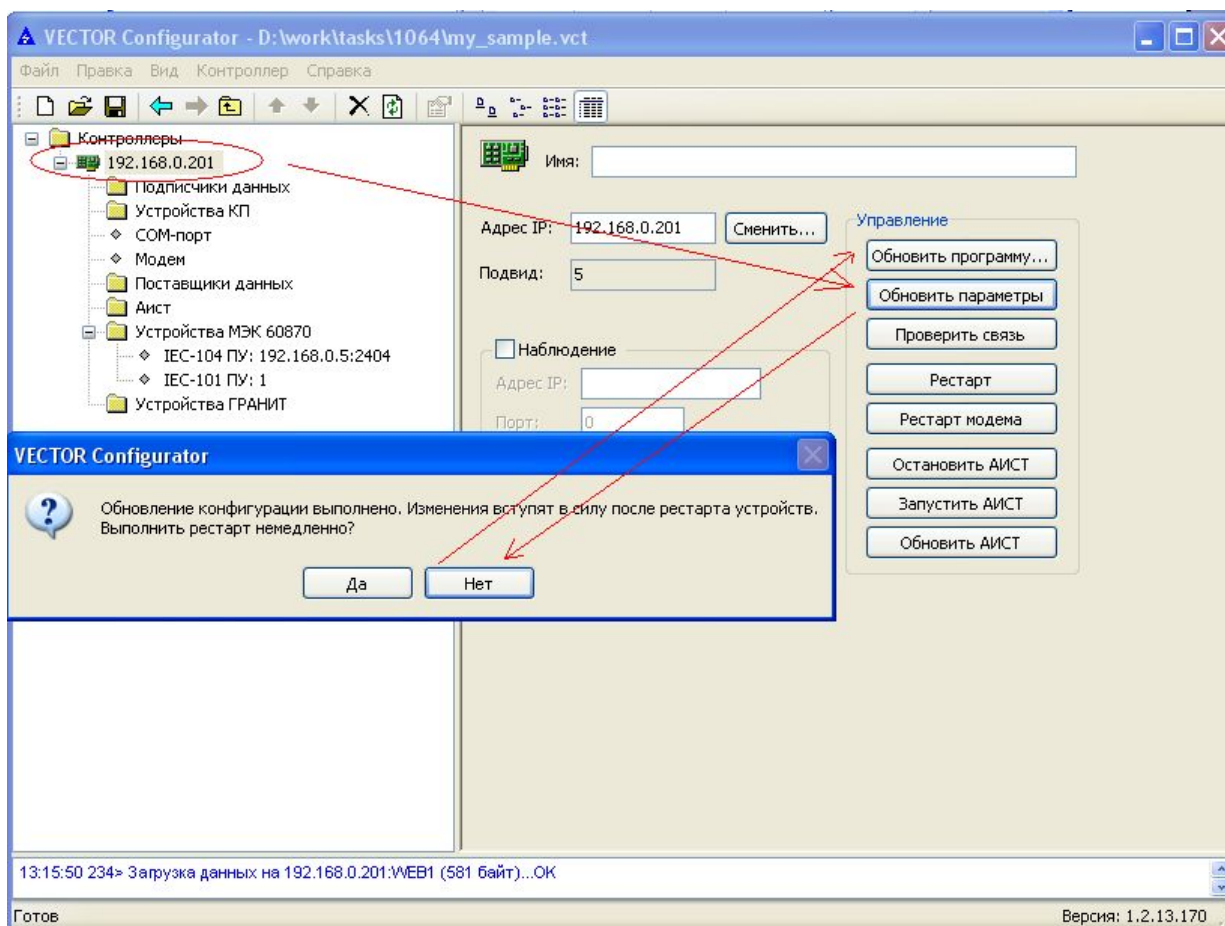

Рисунок 11 – Загрузка модифицированных параметров конфигурации и исполняемого модуля в модуль XPort
- 9) загрузите модифицированные параметры и исполняемый модуль (файл `ies5nm.rom`) в модуль XPort (рисунок 11);